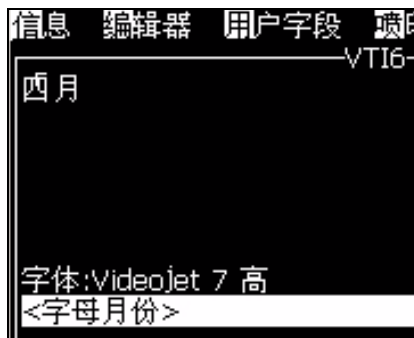

图 5-12: 用户字段 - 字母月份
- 2 选择所需的用户字段，然后按下 *Enter* 键。例如，*Alp Month*（字母月份）显示在图 5-12 中。